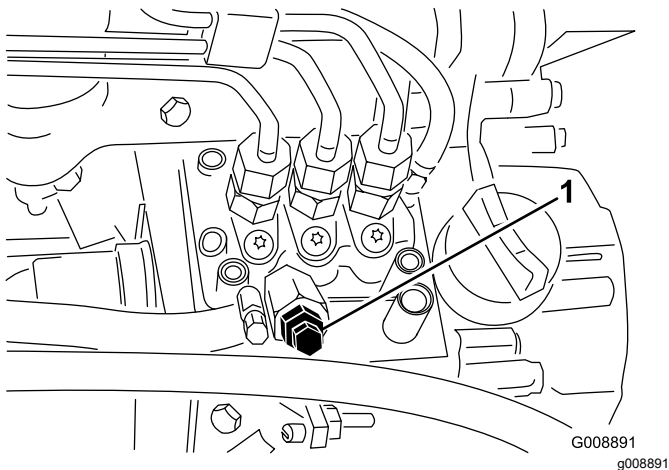

Figura 34
- Abra el tornillo de purga de aire de la bomba de inyección de combustible (Figura 34).